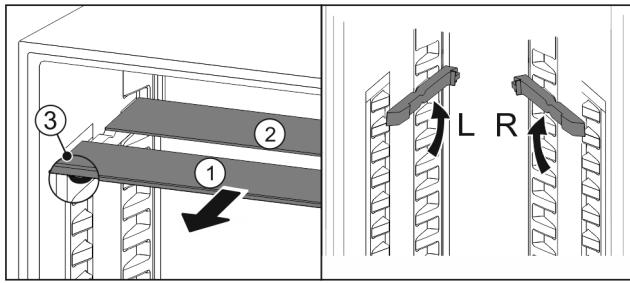

Fig. 103
- Посьуньте Fig. 103 (1) скляну панель вперед.
- ▷ Скляна панель Fig. 103 (1) з декоративною планкою лежить спереду.
- ▷ Стопори Fig. 103 (3) показують вниз.